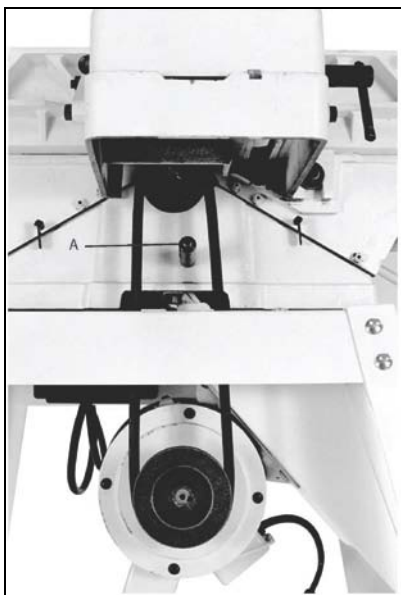

Рис. 5
Поставьте V-ремень на шкив двигателя и ножевого вала (рис. 5).
4. Ввинтите шестигранную проставку с резьбой на концах в чугунное основание столов фуганка (А, рис. 5). Затяните проставку гаечным ключом.